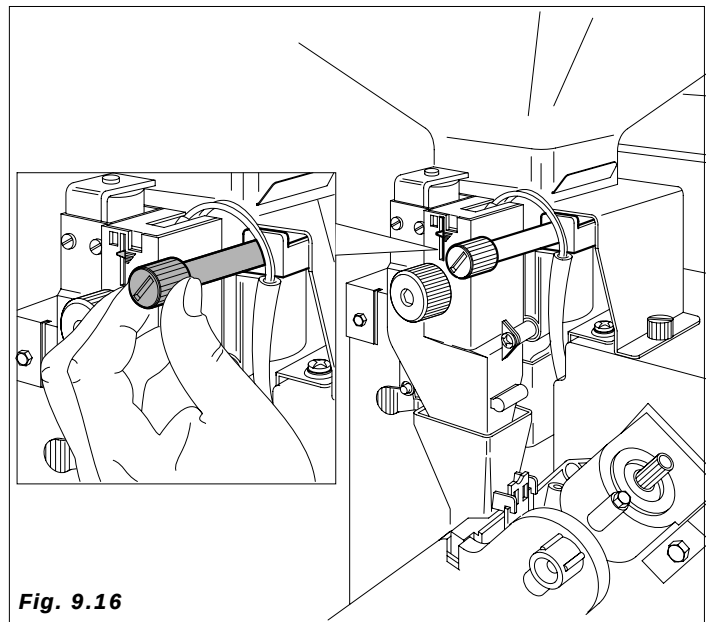

Fig. 9.16
- Regulación del grado de molienda. Girar el tornillo (Fig.9.16) para obtener los resultados deseados.